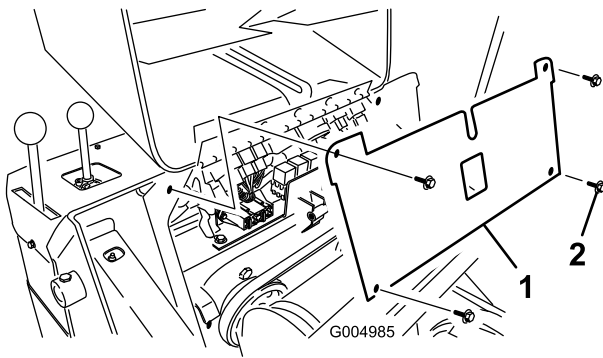

Figura 42
5. Retire os quatro parafusos que fixam o painel de fusíveis e depois puxe o painel para fora e para cima para o remover (Figura 42).